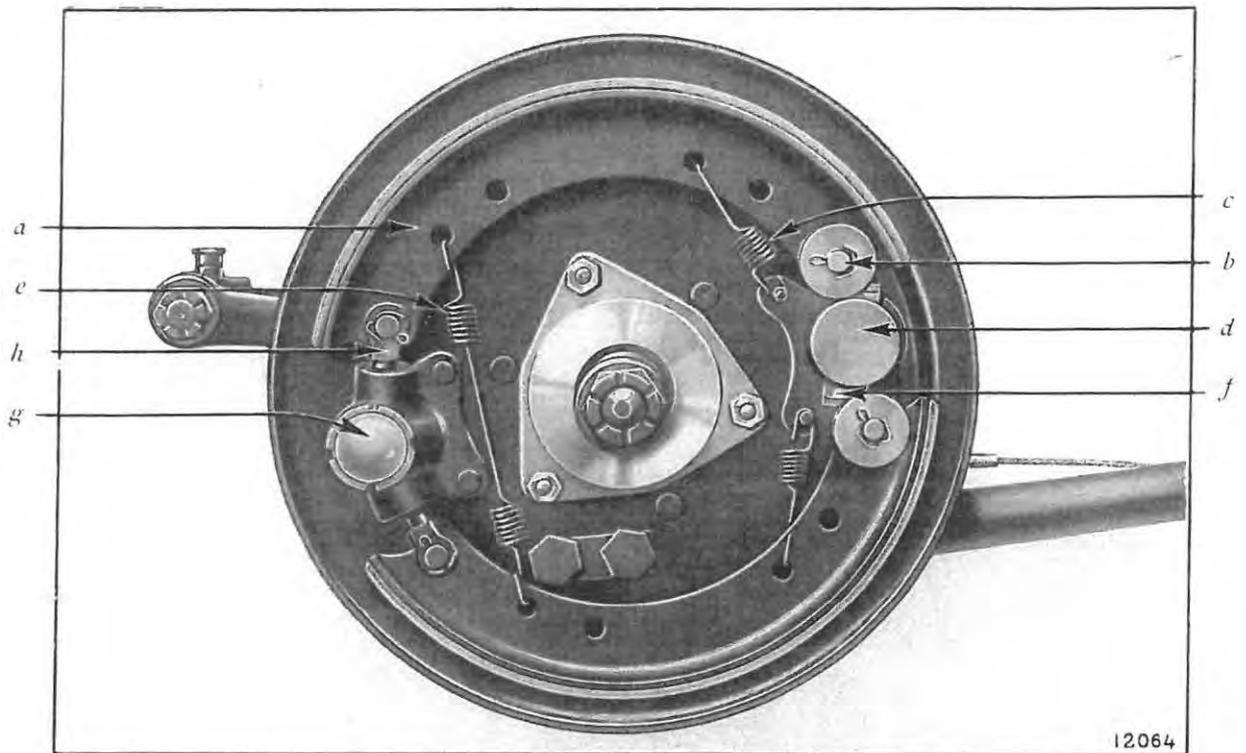

Fig. 76. — Démontage des segments de frein arrière.
2. Démontez les segments de frein (Fig. 76).
B. — REMONTAGE COMPLET D'UN FREIN DE ROUE AR (FIG. 76)